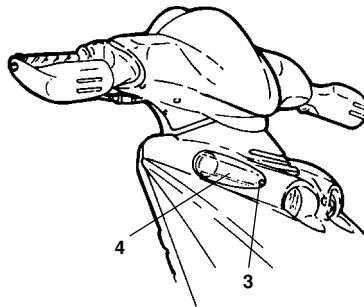

Fig. 49
- Wie oben beschrieben vorgehen. Vor Lösen der Schraube (3 - Fig. 49) muß die transparente Abdeckung (4 - Fig. 49) entfernt werden.